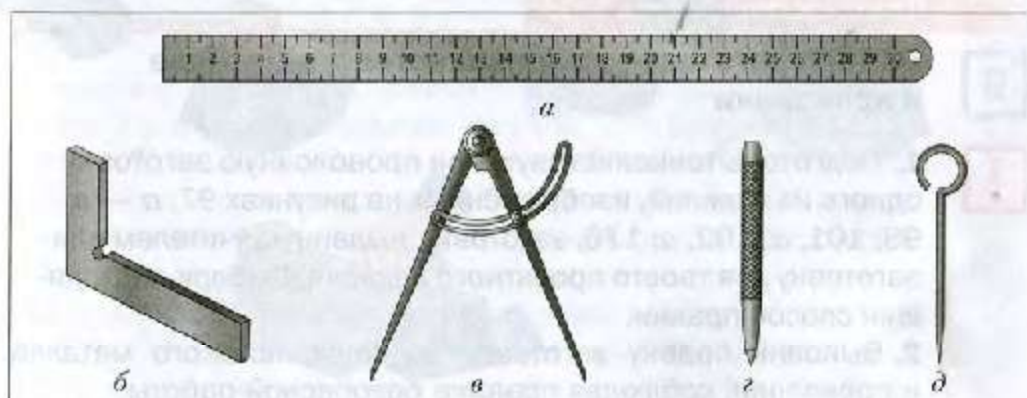

Рис. 107. Инструменты для слесарной разметки: а – металлическая линейка; б – слесарный угольник; в – разметочный циркуль; г – кернер; д – чертилка
- металлическую линейку (рис. 107, а);
- слесарный угольник (рис. 107, б), с помощью которого проводят линии под прямым углом и проверяют прямые углы у деталей;
- *чертилку* (рис. 107, *д*) – для нанесения разметочных линий;
- *разметочный циркуль* (рис. 107, *в*) – для проведения окружностей;
- *кернер* (рис. 107, *з*) – для получения на поверхности небольших впадин (лунок).